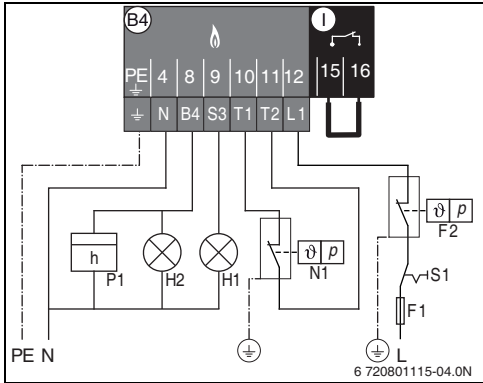

Bild 11 Stecker BR Gas-Ölbrenner
► Sämtliche sicherheitsrelevanten Maßnahmen müssen bauseits erfolgen. Diese müssen in die Sicherheitsschleife am Stecker I (→ Bild 11) im 230 VAC-Bereich eingeschleift werden. Dazu muss die Steckbrücke [I] entfernt werden.